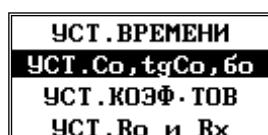

Рисунок 36
6.4.4.8 Пункт «УСТАНОВКА Со, tgCo, бо» (рисунок 36) позволяет проконтролировать и устанавливать параметры эталонной емкости и углов сдвига фаз. При этом, обозначение tgCo подразумевает именно тангенс угла потерь образцового конденсатора, бо – поправку углов сдвига фаз « δ_0 » и « δ_{X0} » для внешних цепей.